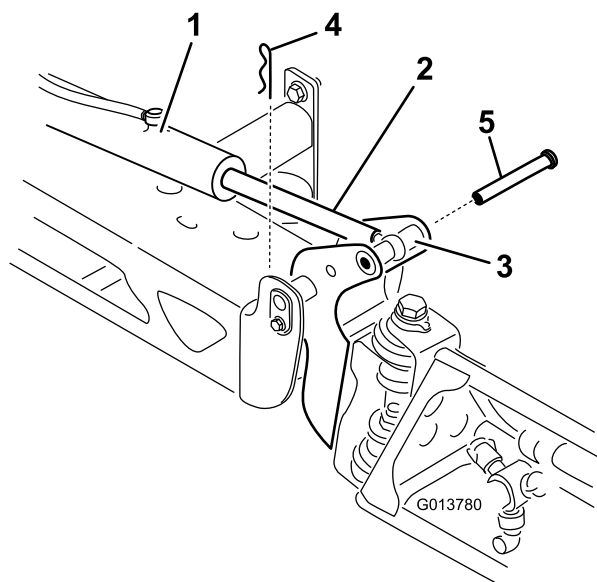

Figura 34
2. Togliete la coppia dal perno di articolazione (Figura 34).
3. Sollevate la barra, togliete il perno (Figura 34) e fate scendere lentamente la barra a terra.
9. Tenete ferma la barra e inserite il perno attraverso il perno della barra e l'asta dell'attuatore (Figura 34).